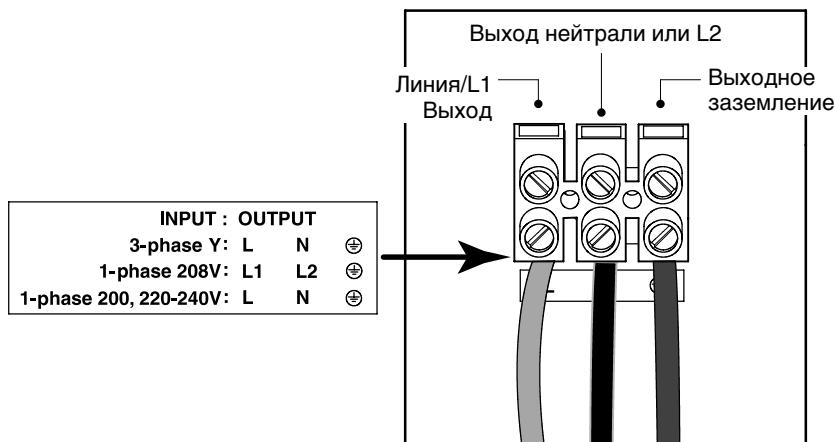

Рисунок 34. Выходная клеммная колодка ИБП
- 11.** Подсоедините выходной и заземляющий провода к выходной клеммной колодке согласно рис. 34 и табл 3.